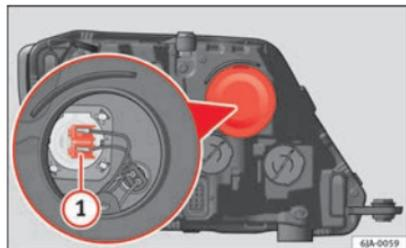

Fig. 154 Remplacement de l'ampoule des feux de route
- Retirez le connecteur ⇒ fig. 154 ① en tirant vers l'extérieur.